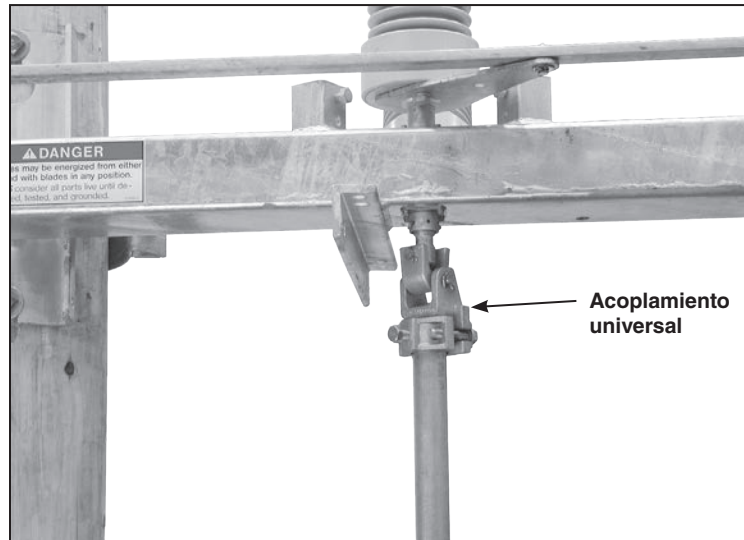

Figura 15. Instalación de la sección más alta del tubo de operación vertical.
**PASO 13.** Inserte la sección más alta del tubo de operación vertical en el acoplamiento universal fijado en la cara inferior del ensamble del interruptor. Ver Figura 15. Saque hacia atrás el tornillo perforante de sujeción del cuerpo del acoplamiento del tubo antes de apretar los tornillos de sujeción del acoplamiento.